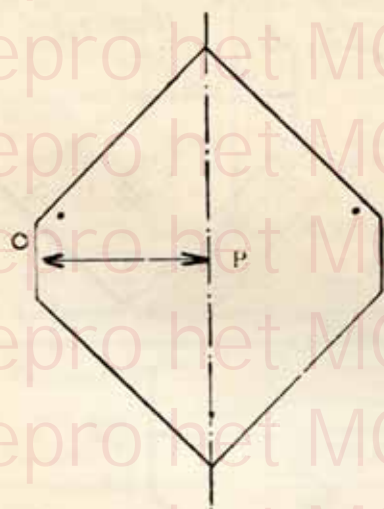
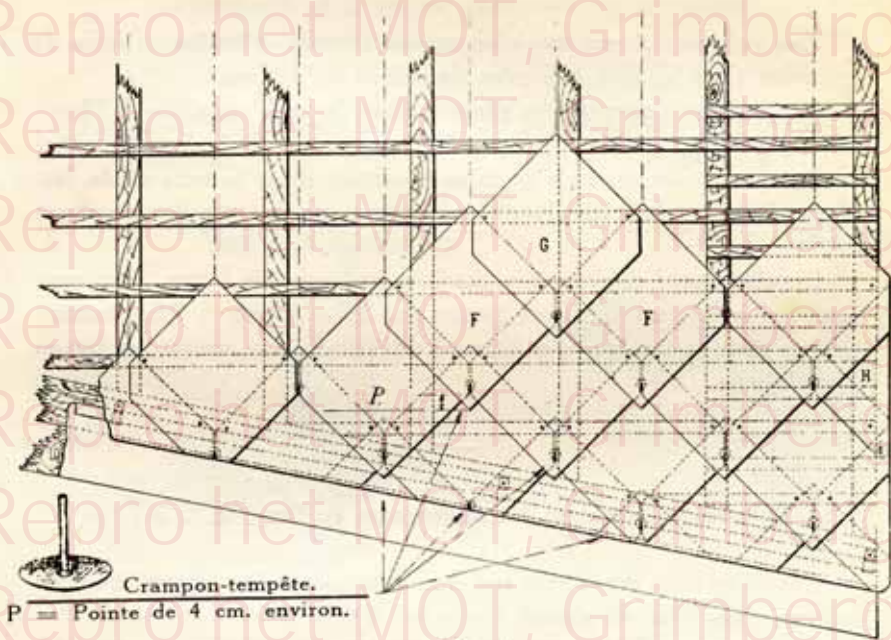

Fig. 2.
Fig. 4.
Dans le cas où le bas du versant ne serait pas parallèle au faitage, il faudrait continuer le placement des lattes sur la partie la plus large du versant, comme l'indique la figure 4.
Tracé préliminaire (fig. 2 et 4)
Au moyen d'une cordelette enduite de couleur fraîche, tracer une ligne X perpendiculaire au lattage, qui lui-même est déjà établi parallèlement à l'horizon (fig. 4).
Prendre ensuite la mesure de la moitié de la largeur d'un losange (O P fig. 2) plus 2 mm. de jeu pour l'emplacement de la tige du crampon-tempête, et à cette mesure tracer, au moyen de la cordelette, des lignes Z parallèles à la ligne X (fig. 4).
Si le versant est hors d'équerre dans le bas, couper les ardoises suivant la figure 4.
Il suffit de glisser le dit crampon entre deux ardoises FF, la tige du crampon s'introduisant dans le trou inférieur de l'ardoise G; puis la tige est rabattue vers le bas d'un coup de marteau (fig. 4).
Les parties d'ardoises nécessaires le long des pignons, des noues et des arçets, autour des lucarnes, tabatières, cheminées, etc., sont trouées et coupées sur place aux dimensions voulues. Ces ardoises (H) coupées sont fixées au moyen de deux clous, et d'un crampon-tempête s'il y a trois épaisseurs d'ardoises à l'endroit où il doit être placé (fig. 4).
Dans le cas où le versant ne serait pas d'équerre, voir nos instructions page 6 et fig. 4.